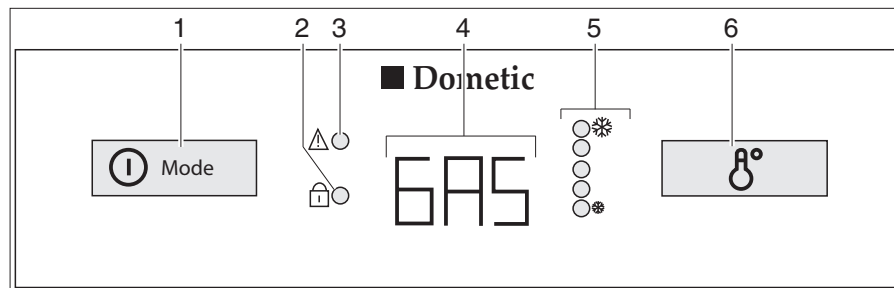

Fig. 247 Elementos de mando para el frigorífico (Dometic de la serie 8 con AES)
Con averías, parpadeará el visualizador LED avería "▲" (Fig. 247,3).
Si **no** está conectada la alimentación de 230 V y el motor del vehículo está **desconectado**, el AES selecciona el suministro de gas. Al seleccionar el suministro de gas se abre automáticamente el seguro de encendido, de forma que puede fluir gas hacia el quemador. Simultáneamente se conecta el encendedor electrónico. Si se apaga la llama de gas, p. ej. debido a un golpe de viento, el encendedor se activa inmediatamente y enciende de nuevo el gas. Con una avería en el funcionamiento a gas, en el piloto (Fig. 247,4) parpadeará el texto "GAS".
Una vez conectado, el frigorífico selecciona automáticamente el ajuste medio del termostato. Este ajuste puede regularse posteriormente a mano con el conmutador para el ajuste de temperatura (Fig. 247,6). Los visualizadores LED (Fig. 247,5) indican el ajuste seleccionado del termostato. Con el interruptor se ajusta la temperatura de refrigeración para los tres tipos de energía. Pasan algunas horas hasta que el frigorífico alcanza la temperatura de servicio normal. Al conmutar el modo de funcionamiento se mantiene el ajuste del termostato. La temperatura de refrigeración se mantiene independientemente del tipo de energía.
- Pulsar el conector/selector de energía (Fig. 247,1) 2 segundos para conectar el aparato. Se visualiza el último modo de funcionamiento seleccionado en el piloto (Fig. 247,4).
- Seleccionar el tipo de energía con el conector/selector de energía (Fig. 247,1).
- La temperatura de refrigeración puede ser ajustada en el conmutador para el ajuste de temperatura (Fig. 247,6). Los visualizadores LED (Fig. 247,5) indican el ajuste seleccionado del termostato.
- Pulsar el conector/selector de energía (Fig. 247,1) 2 segundos. Todos los visualizadores se apagan.